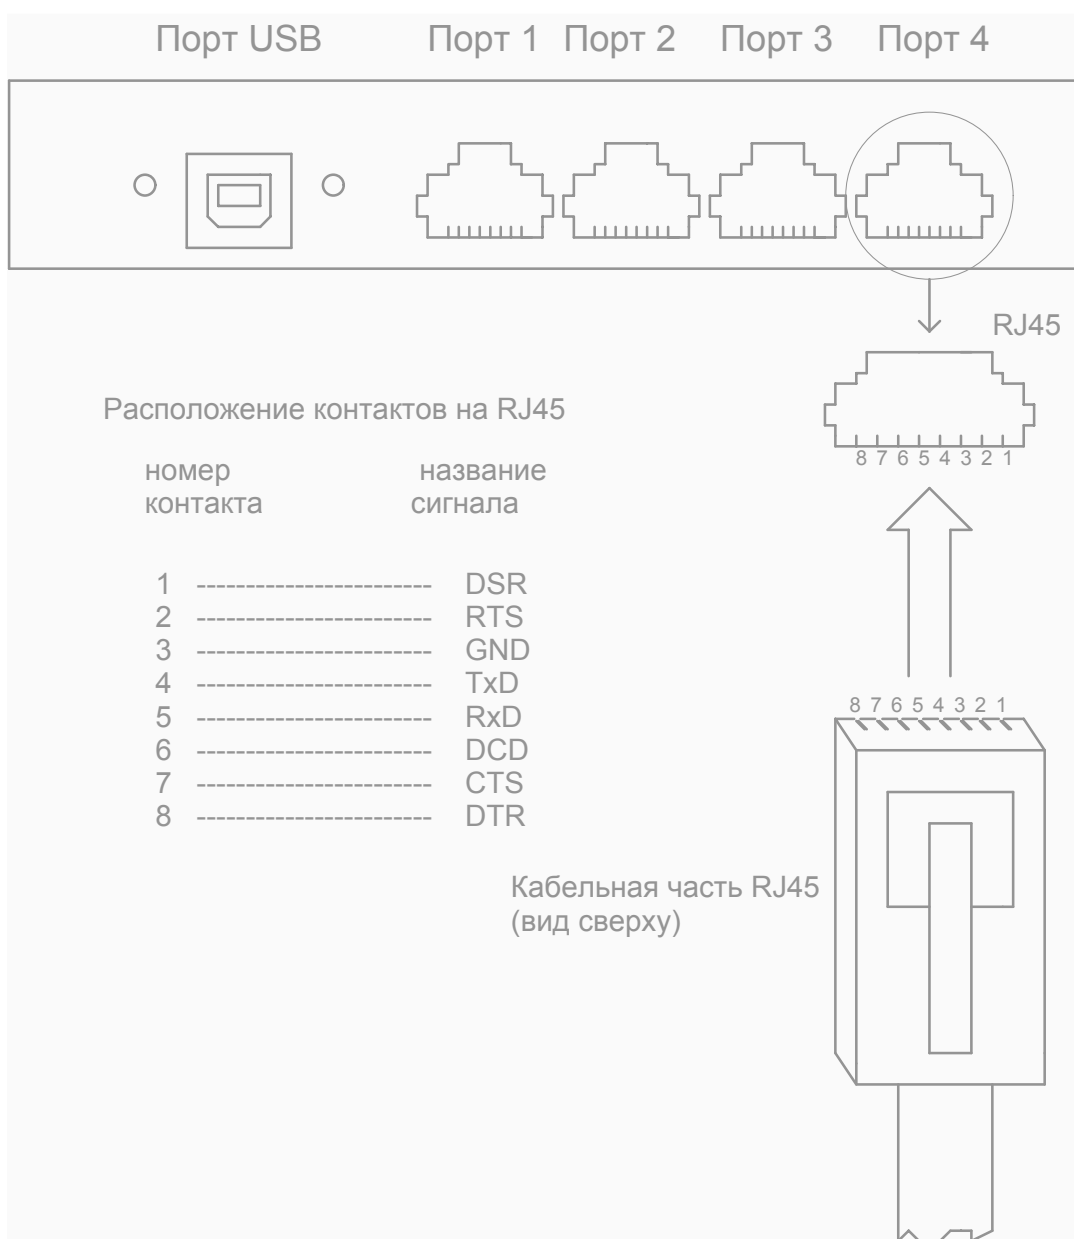

Рис.1. Расположение сигналов интерфейса RS232 на контактах разъемов RJ45
2.2. Расположение сигналов интерфейса RS232 на контактах разъемов RJ45 коммуникационного контроллера приведено на Рис.1.